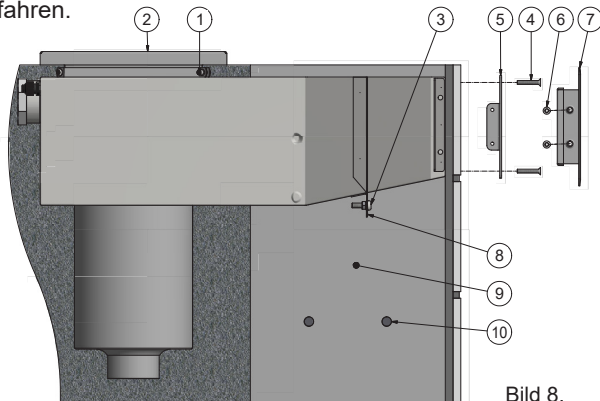

Bild 8.
3. Schließen Sie ein Kabel (mindestens 6 mm2) mit einem Ringkabelschuh vom Betonwandflansch an den Erdungsanschluss (siehe Pos. 3, Bild 8) an. Schraube, Zahnscheibe und Mutter sind im Lieferumfang enthalten. Wenn andere Teile verwendet werden, muss sichergestellt werden, dass sie aus Edelstahl sind (mindestens A4).
8. Montieren Sie den Frontrahmen und fixieren Sie ihn mit den mitgelieferten Schrauben (4 x M5x30), siehe Bild 8.